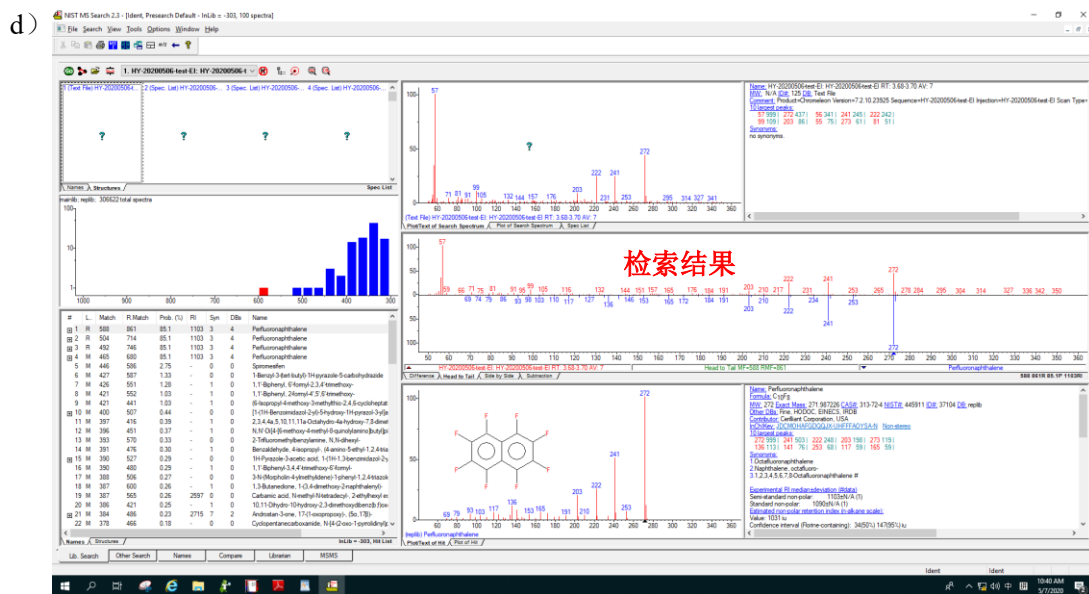

图 4.3 手动谱库检索
按照图 4.3 (a) ~ (d) 所示进行谱库检索：
- 右键单击质谱图, 选择 Open Spectrum with NIST, 得到如图 4.3 (d) 所示的 NIST 谱库检索结果。